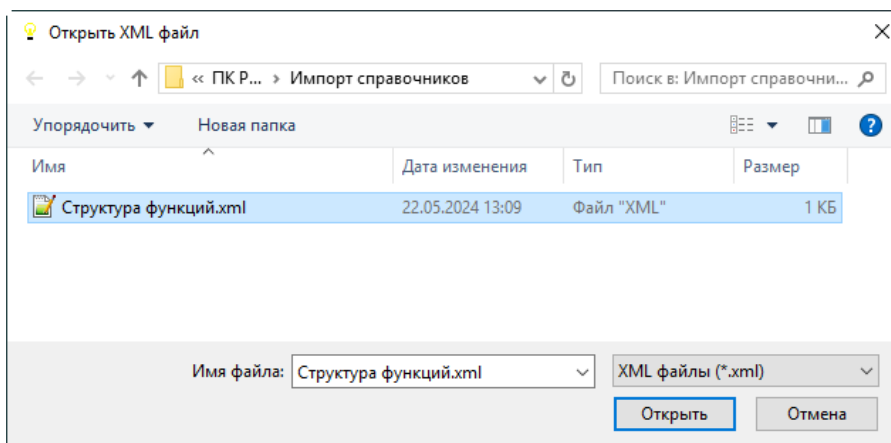

Рисунок 187 – Выбрать файл XML для импорта
- 3) В стандартном окне «Открыть XML файл» выбрать XML файл и нажать кнопку «Открыть» (рисунок 187).